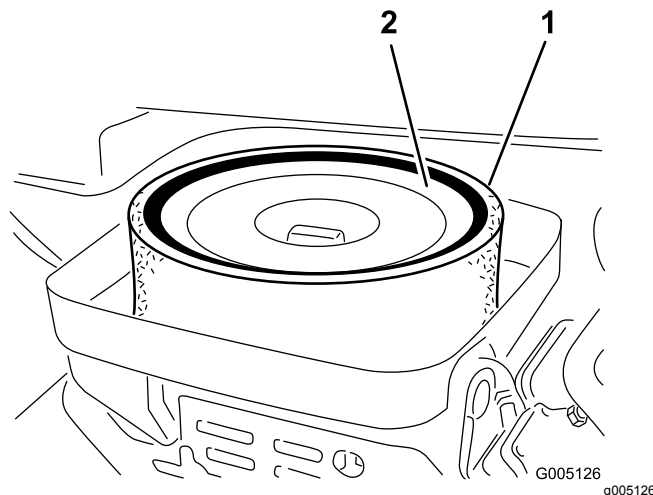

Bild 41
3. Entfernen Sie die Flügelmutter, mit der die Einsätze am Luftfiltergehäuse befestigt sind (**Bild 41**).
4. Nehmen Sie einen verschmutzten Schaumeinsatz vorsichtig vom Papiereinsatz ab (**Bild 41**). Reinigen Sie ihn gründlich wie folgt: